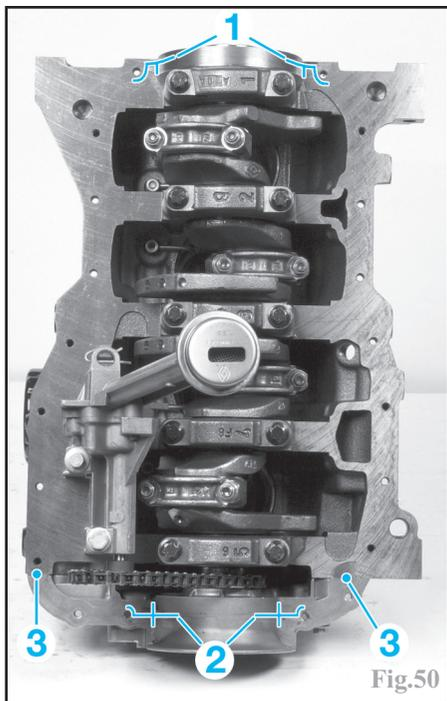

Fig.50
-appliquer sur les portées, préalablement dégraissées avec soin, du chapeau de palier n°1 de vilebrequin (1) et celle du porte-bague d'étanchéité (2), 4 cordons, d'une largeur de **5 mm**, de pâte d'étanchéité appropriée à base de silicone adhérent (par exemple **ThreeBond 1217G** ou Renault réf. **77 11 227 484**) (Fig.50).
-déposer 2 points, de **7 mm** de diamètre, aux jonctions entre le porte-bague d'étanchéité et le bloc-cylindres (3), de pâte d'étanchéité appropriée à base de silicone adhérent (par exemple **ThreeBond 1217G** ou Renault réf. **77 11 227 484**) (Fig.50).